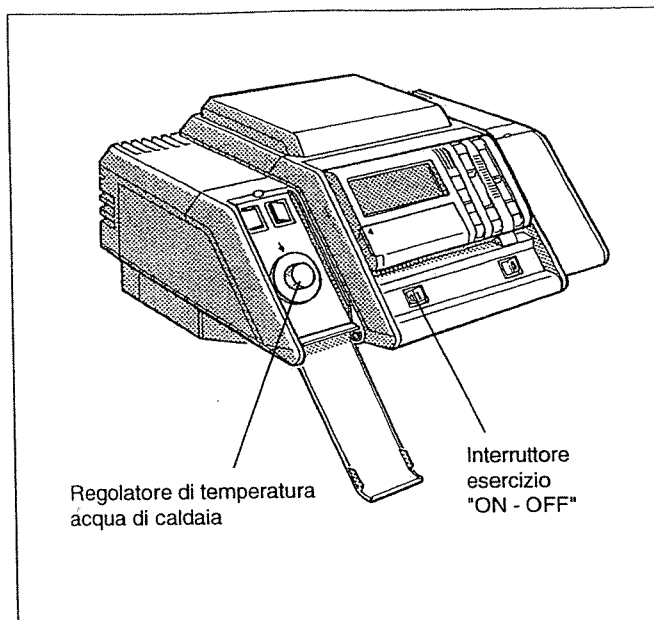
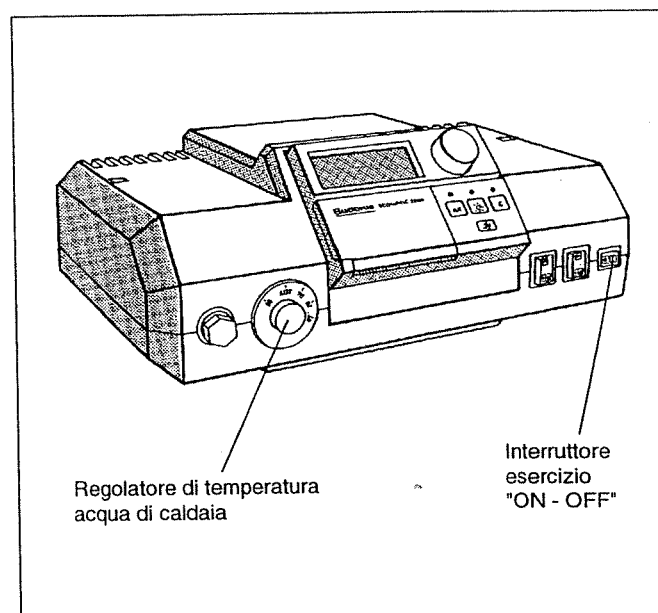

Fig. 22: Sistema di regolazione 4000
Fig. 23: Sistema di regolazione 2000
- Portare l'interruttore di esercizio (Fig. 22 o Fig. 23) sulla posizione I (ON).
- Posizionare il regolatore della temperatura dell'acqua di caldaia (Fig. 22 o Fig. 23) su "AUT".